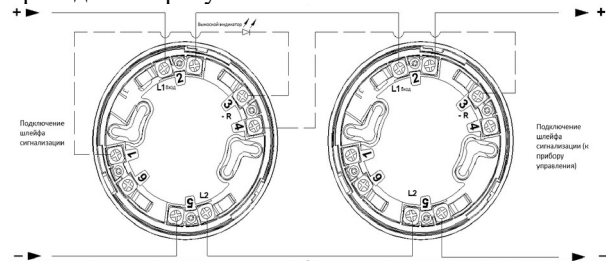

Рисунок 1 – Схема подключения извещателя адресно аналогового комбинированного дымовой/тепловой ИП-101/212-1-A3 (SHNAR-360).
6.8 Для подключения Извещателя к прибору с использованием добавочного резистора в базовом основании имеется место под пятый контакт, обозначенный Rок (рисунок 1), а в комплектность извещателей с базовыми основаниями V1.05 и V3.05 входят шуруп и шайбы. Схема подключения приведена на рисунке 1.